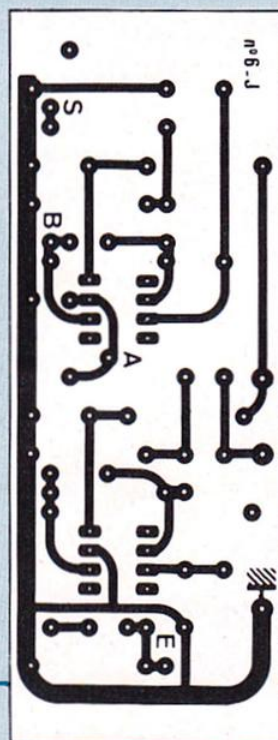

Fig. 8.
- deux plaquettes de commande de ces inductances (fig. 8) ;